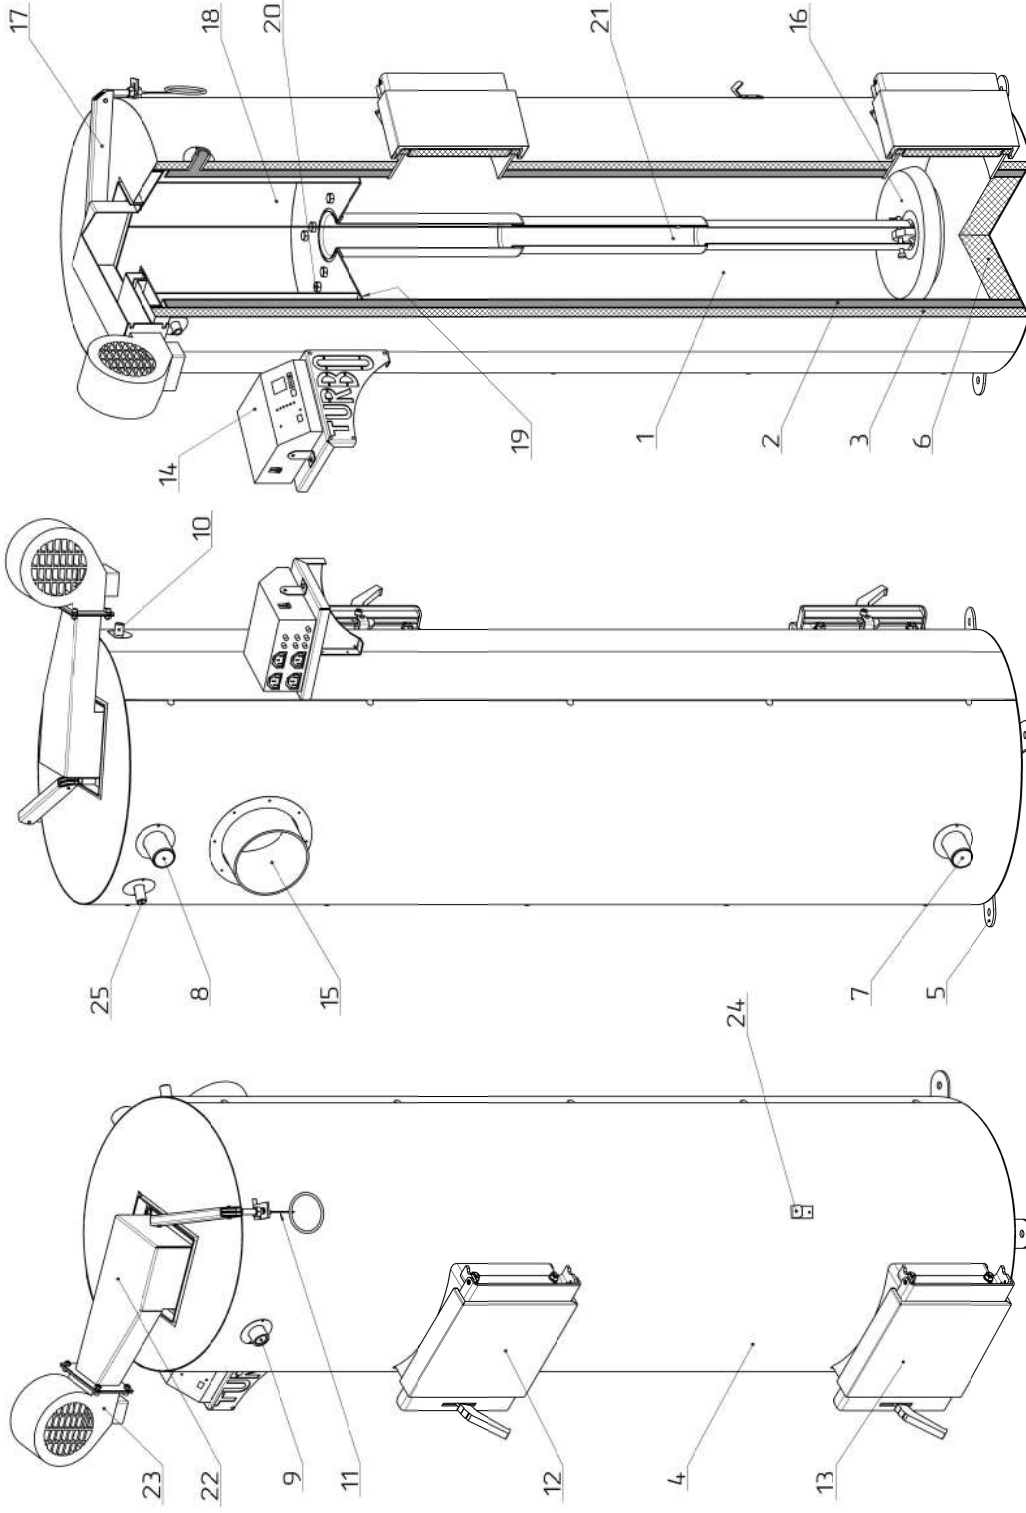

Рисунок 2 – Основні елементи котла Неус
Камери згоряння (поз. 1, рис. 2), труби подачі повітря (поз. 21, рис. 2), розподільника повітря (поз. 16, рис. 2), камери підігріву повітря (поз. 18, рис. 2), захисного кожуха (поз. 4, рис. 2), теплоізоляційної оболонки (поз. 3, рис. 2).
Камера згоряння (поз. 1, рис. 2) виконана у формі циліндра, що має подвійну стінку. Порожнина між внутрішнім і зовнішнім циліндром заповнена водою (поз. 2, рис. 2). У нижній частині камери підігріву повітря (поз. 18, рис. 2) є отвір, у який вставлено трубу подачі повітря (поз. 21, рис. 2), яка вільно переміщається вниз-угору. У нижній частині труби, за допомогою штифта, прикріплено розподільник повітря (поз. 16, рис. 2), що розподіляє, подаючи вже підігріте повітря до осередку згоряння палива.
Розподільник повітря (поз. 16, рис. 2) опирається на верхню частину завантажених дров і опускається вниз котла разом з палаючим паливом.
**УВАГА! Розподільник повітря (поз. 16, рис. 2) є витратним матеріалом, і гарантія на нього не розповсюджується.**
Паливо для процесу спалення завантажується на дно котла, виконане з жароміцного бетону (поз. 6, рис. 2) крізь завантажувальні дверцята (поз. 12, рис. 2). Згоряння палива в топці відбувається за участю повітря, яке постачається по каналу подачі повітря (поз. 22, рис. 2) припливним вентилятором (поз. 23, рис. 2). Кількість повітря, необхідного для процесу згоряння, регулюється автоматично блоком автоматики управління (поз. 14, рис. 2).
Підведення і відведення теплоносія здійснюється відповідно через патрубки зворотної мережної води (поз. 7, рис. 2) і прямої мережної води (поз. 8, рис. 2).
Топочні гази виходять у димохід крізь боров (поз. 15, рис. 2), розташований у задній частині котла.
У верхній частині корпусу котла розташований штуцер для встановлення запобіжного клапана котла (поз. 25, рис. 2).
Ревізійний дверцята (поз. 13, рис. 2), що розташовані на передній стінці котла, необхідні для періодичного чищення нижньої частини котла від золи.